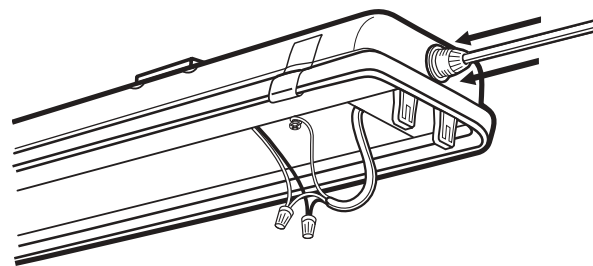

Figure 11
- 9. Feed supply wire through fitting.** Make sure supply wire is long enough to make connections. See Fig. 11.
9. Acheminer le câblage par le raccord. Vous assurer que le câblage est suffisamment long pour effectuer le raccordement. Voir la figure 11.
9. Alimente alambre de suministro de electricidad a través del accesorio. Cerciórese que el alambre de suministro sea bastante largo para hacer las conexiones.- **Vea Fig. 11.**